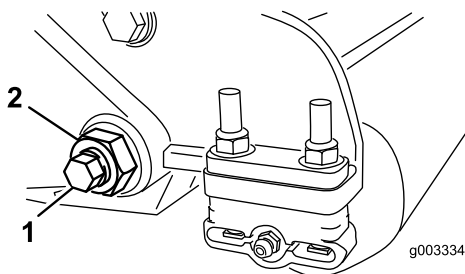
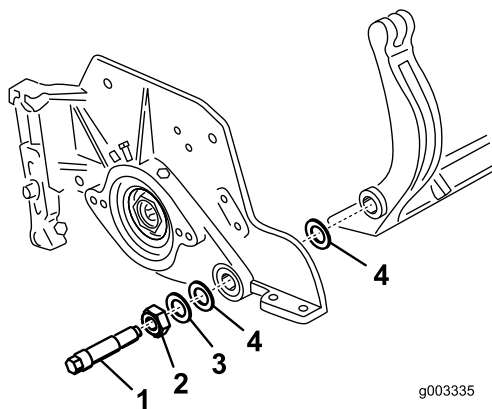

图31
图32
3. 在机器的另一侧松开固定底刀架螺栓图31的锁紧螺母。
4. 拆下两个底刀架螺栓向下拉动底刀架并从机器螺栓图31上拆下来。取下底刀架图32两端的2个尼龙垫圈和1个冲压钢垫圈。
4. 在两个尼龙垫圈的外侧各放一个钢垫圈图32。
上紧底刀螺栓扭矩至 2736N m。拧紧锁紧螺母直至外部钢垫圈停止旋转且两侧不再松动但不要拧得过紧或导致侧板变形。内侧的垫圈可能有空隙 图32。